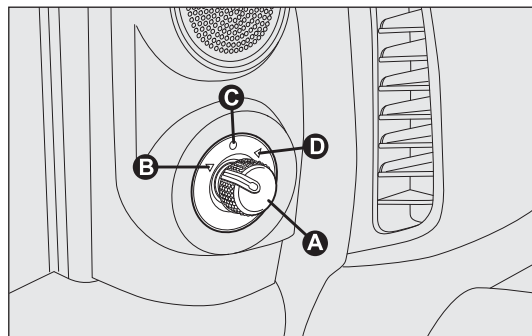

fig. 38
- ☐ seleccione con el desviador A-fig. 38 el espejo que desee (derecho o izquierdo);